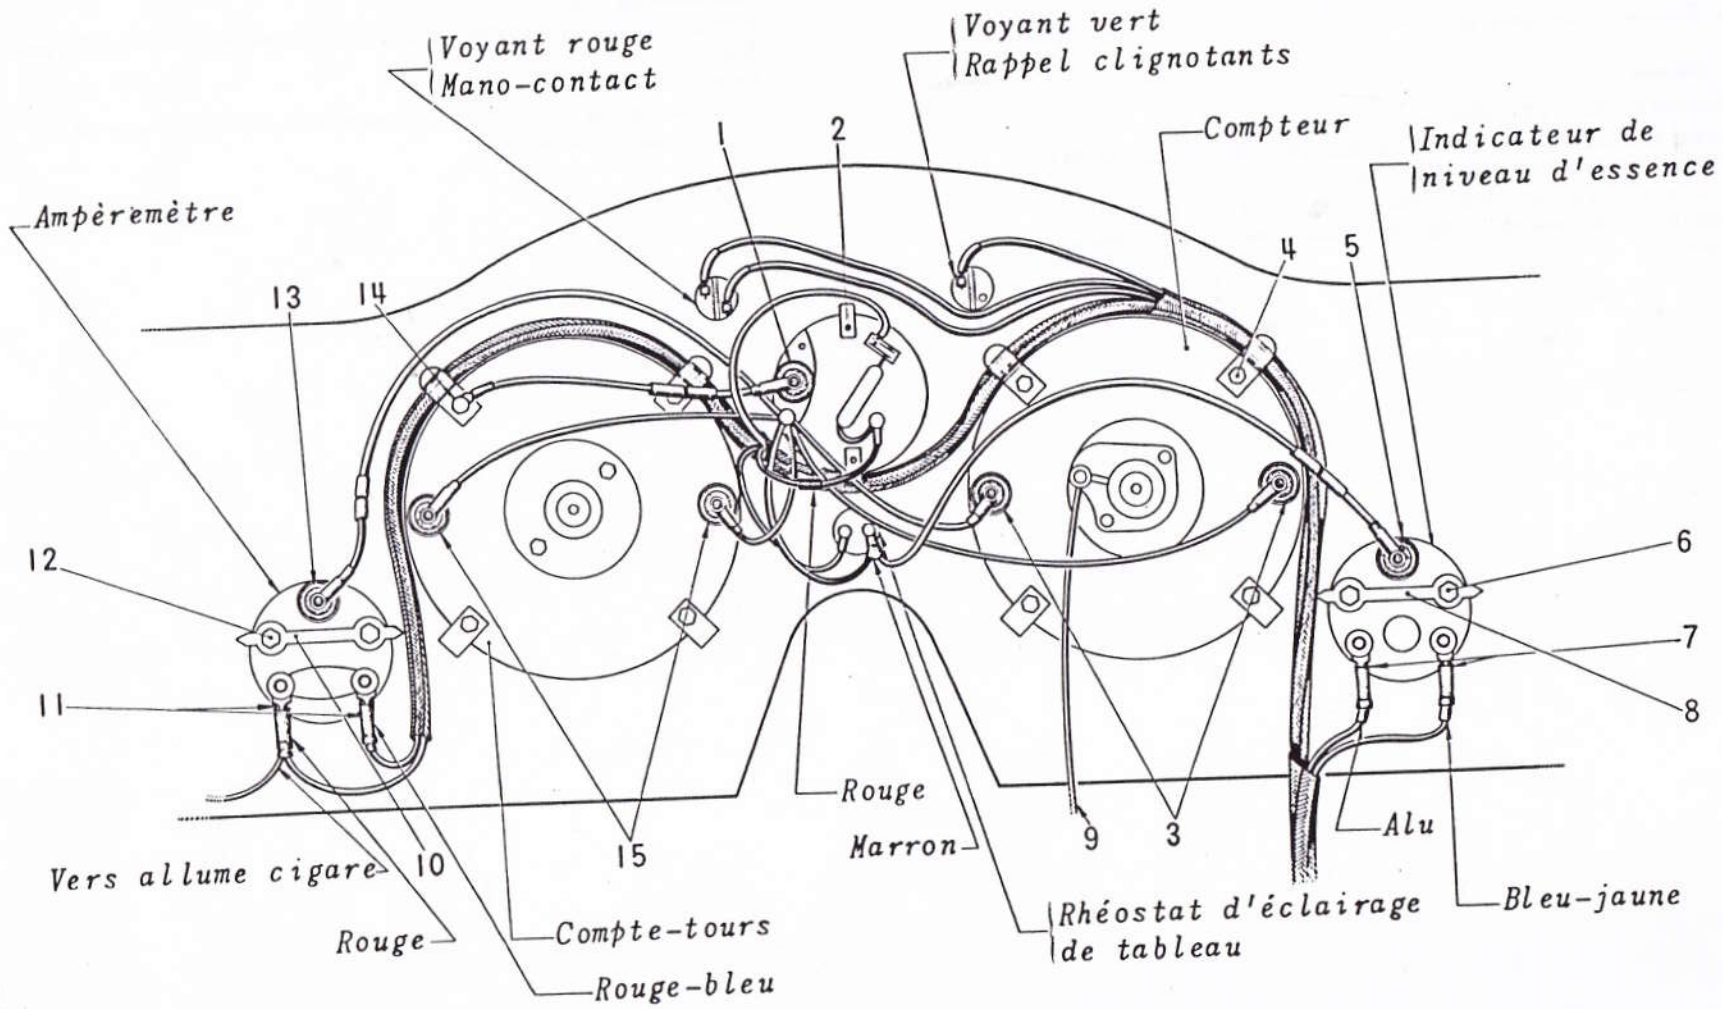

Fig.21
(24 Ct) (Fig. 21) (modèles jusqu'à Août 1964)
- 5) Brancher les fils du rhéostat comme indiqué à la Fig. 21.
(24 Ct et 24bt) (Fig. 21) (modèles à partir de Septembre 1964)